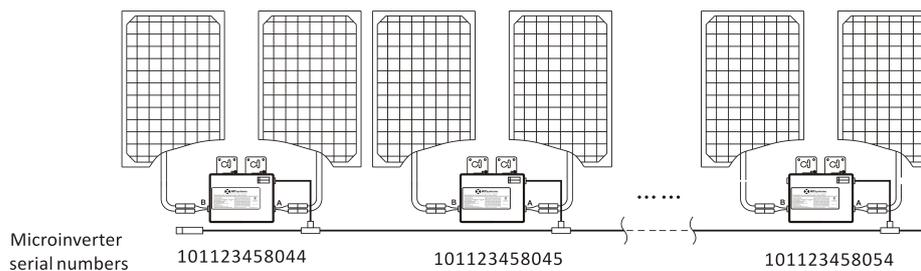

Figura 23
- Cada Microinversor APsystems vem com duas etiquetas de número de série removíveis. Retire as etiquetas e cole uma delas na respectiva localização, no mapa de instalação A/B, no rótulo abaixo (Figura 24) de acordo com o layout do telhado (Figura 23). Em seguida, cole a outra etiqueta no quadro do módulo fotovoltaico, de forma que possa ser vista facilmente. Os cartões de garantia podem ser obtidos no apêndice deste manual ou no site da APsystems: [www.APsystems.com](http://www.APsystems.com)